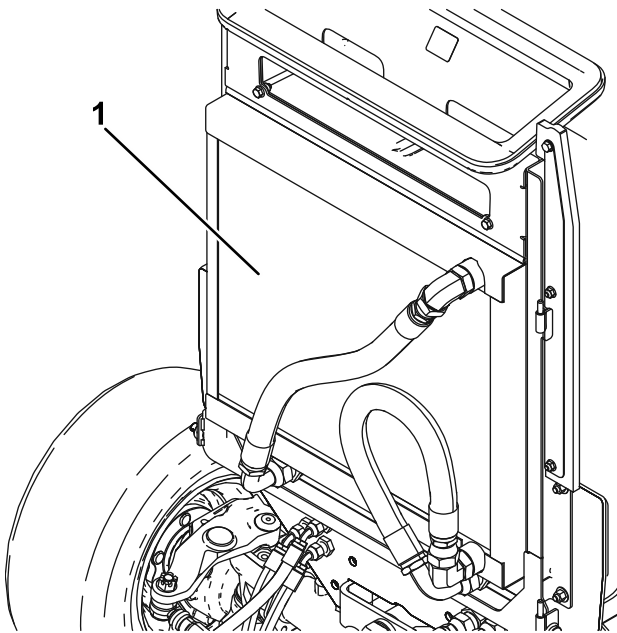

Bild 116
4. Reinigen Sie beide Seiten des Ölkühler- und des Kühlerbereichs (Bild 116) gründlich mit Druckluft. Blasen Sie Rückstände von vorne nach hinten heraus. Reinigen Sie dann von hinten und blasen Sie nach vorne. Wiederholen Sie diesen Vorgang mehrmals, bis alle Rückstände entfernt sind.